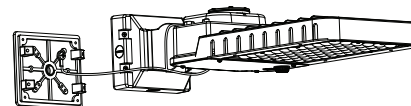

FIG. 18
4. Attachez un bout du cordon métallique à la plaque arrière du support avec une vis et attachez l'autre bout du cordon au luminaire (voir la **FIG. 18**). Ceci est pour des raisons de sécurité pendant la réalisation des connexions électriques et peut être enlevé après.